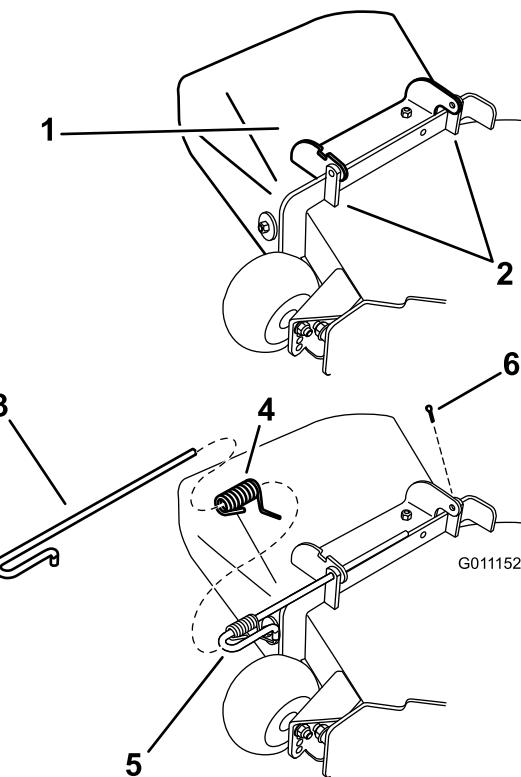

Figura 70
1. Retire el pasador de horquilla de la varilla (Figura 70).
de plataforma, el muelle y el deflector de descarga (Figura 70). Retire el deflector de descarga dañado o desgastado.
3. Coloque el nuevo conjunto del deflector de descarga con los extremos de los soportes entre los soportes soldados de la plataforma, según se muestra en la Figura 70.